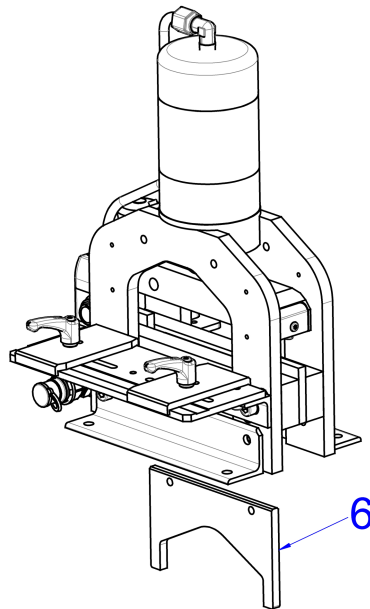

Abb. 13: Entnehmen des Messers
- Abschließend das Messer an der Unterseite des Schneidgerätes herausnehmen (Abb. 13, 6). Beachten Sie hierbei, dass das Messer scharfkantig ist.